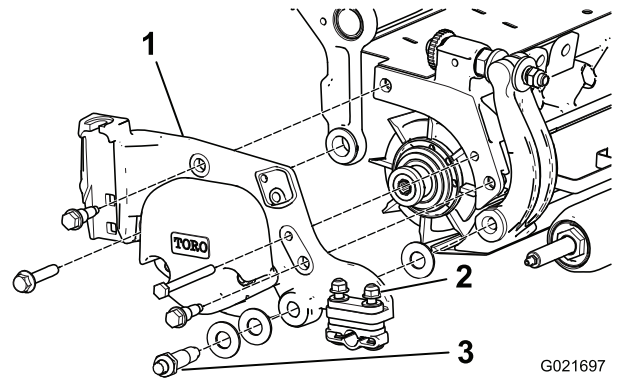

図 4
6. カッティングユニットに左サイドプレートを固定しているボルト4本を外して、後ローラのクランプナットをゆるめ、サイドプレートをカッティングユニットから外す（図 4）。